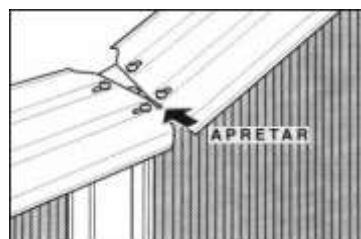

fig.31
c) Formar un círculo perfecto y apretar fuertemente la parte superior de la pared hacia dentro sobre cada una de las columnas (fig. 31) (esto ayuda a formar un círculo perfecto con la parte inferior de la pared).